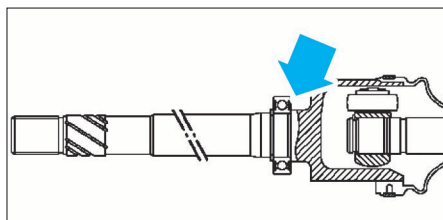

FIG. 4
- effectuer la mise en place du roulement jusqu'en butée à l'aide d'un tube, en prenant appui sur la bague intérieure du roulement (Fig.4).